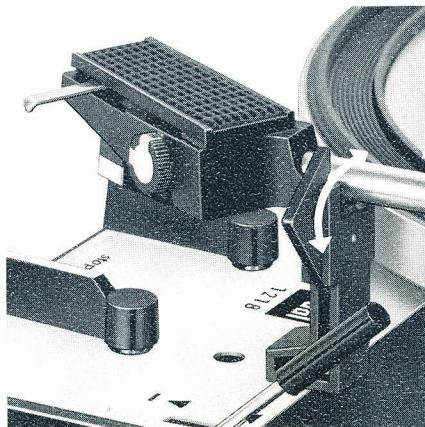

Fig. 7
**Bemerkung:** Nach dem Spielen der Schallplatte oder der letzten Platte eines Stapels erfolgt die Rückführung des Tonarmes und das Abschalten automatisch. Es empfiehlt sich, nach Spielende den Tonarm zu verriegeln (Fig. 7).
Dann wählen Sie die erforderliche Plattensteller-Drehzahl ②, stellen die Drehtaste ⑬ auf den Schallplatten-Durchmesser (17, 25 oder 30 cm, bzw. 7, 10 oder 12") ein und verriegeln den Tonarm (Fig. 7). Nun ist das Gerät betriebsbereit.